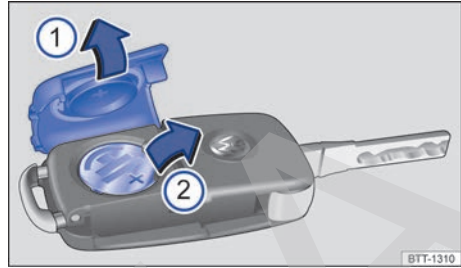

Fig. 51 Llave del vehículo con mando remoto: ① Abrir la tapa del alojamiento de la batería. ② Remover la pila.
La batería se encuentra en el lado posterior de la llave del vehículo con comando remoto, debajo de una cubierta → **fig. 51**.
- Retirar la cubierta en el lado posterior de la llave → **fig. 51** en el sentido de la flecha → ①.
- Retirar la batería de su alojamiento con una herramienta adecuada ②.
- Colocar la nueva batería según lo indicado ② y presionar en sentido contrario al de la flecha hacia dentro del alojamiento de la batería → ④.
- Coloque la cubierta como se indica ① y presiónela en el sentido contrario al de la flecha sobre la carcasa de la llave del vehículo hasta encajarla.